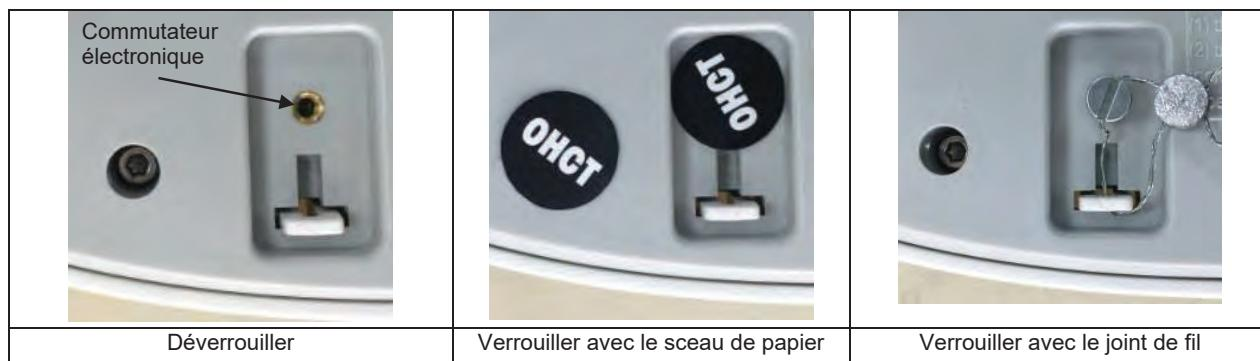

Figure 6-1. Scellement
5. Tel qu'indiqué dans la figure 6-1, appuyer sur le commutateur électronique dans le trou.